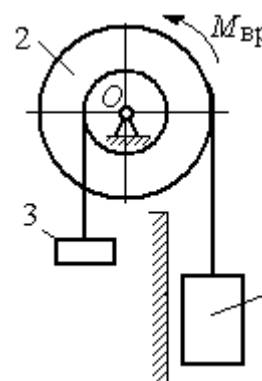

Рис. 5.3. Барабан лебёдки с грузом и противовесом
**Задача 55.** Для подъёма груза используется лебёдка со ступенчатым барабаном и противовесом. Груз 1 массой  $m_1$  поднимается на канате, навитом на барабан 2 массой  $m_2$  радиуса  $R$ . Противовес 3 массой  $m_3$  прикреплён к канату, который навит на малую ступень барабана радиуса  $r$  (рис. 5.3). Радиус инерции барабана относительно оси вращения  $i_z$ . На барабан действует постоянный момент сил сопротивления  $M_c = 60 \text{ Н}\cdot\text{м}$ . В начале движения к барабану лебёдки прикладывается вращающий момент, пропорциональный времени:  $M_{\text{вр}} = 620 + 30t \text{ Н}\cdot\text{м}$ , который через 2 с отключается. Определить, на какую высоту поднимется груз, если движение началось из состояния покоя. Массы грузов и барабана:  $m_1 = 100 \text{ кг}$ ,  $m_2 = 50 \text{ кг}$ ,  $m_3 = 20 \text{ кг}$ . Радиусы ступеней барабана и радиус инерции:  $R = 0,6 \text{ м}$ ;  $r = 0,4 \text{ м}$ ;  $i_z = 0,5 \text{ м}$ .